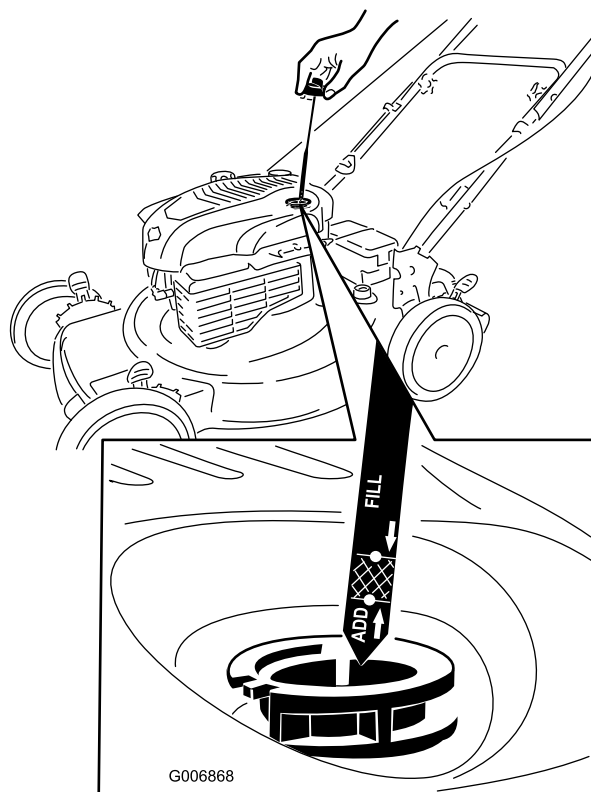

Figure 12
1. Retirez la jauge, essuyez-la sur un chiffon et remettez-la dans le goulot de remplissage (Figure 12).
2. Sortez de nouveau la jauge et contrôlez le niveau d'huile (Figure 12). Si le niveau n'atteint pas